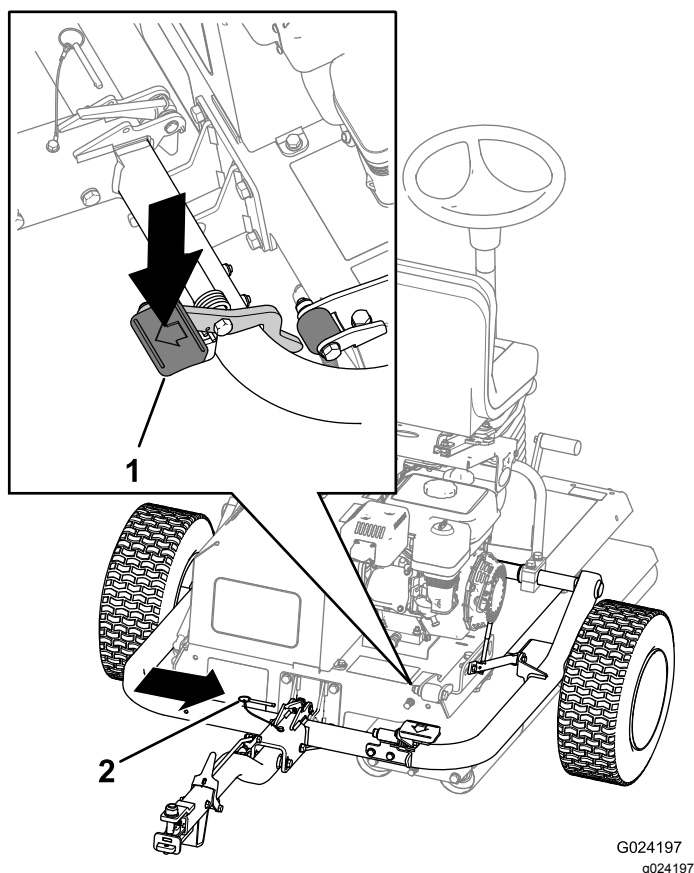

Рисунок 8
6. Нажимайте на педаль сцепки, пока сцепка не зафиксируется на месте (Рисунок 8).
7. Вставьте стопорный штифт (Рисунок 8).